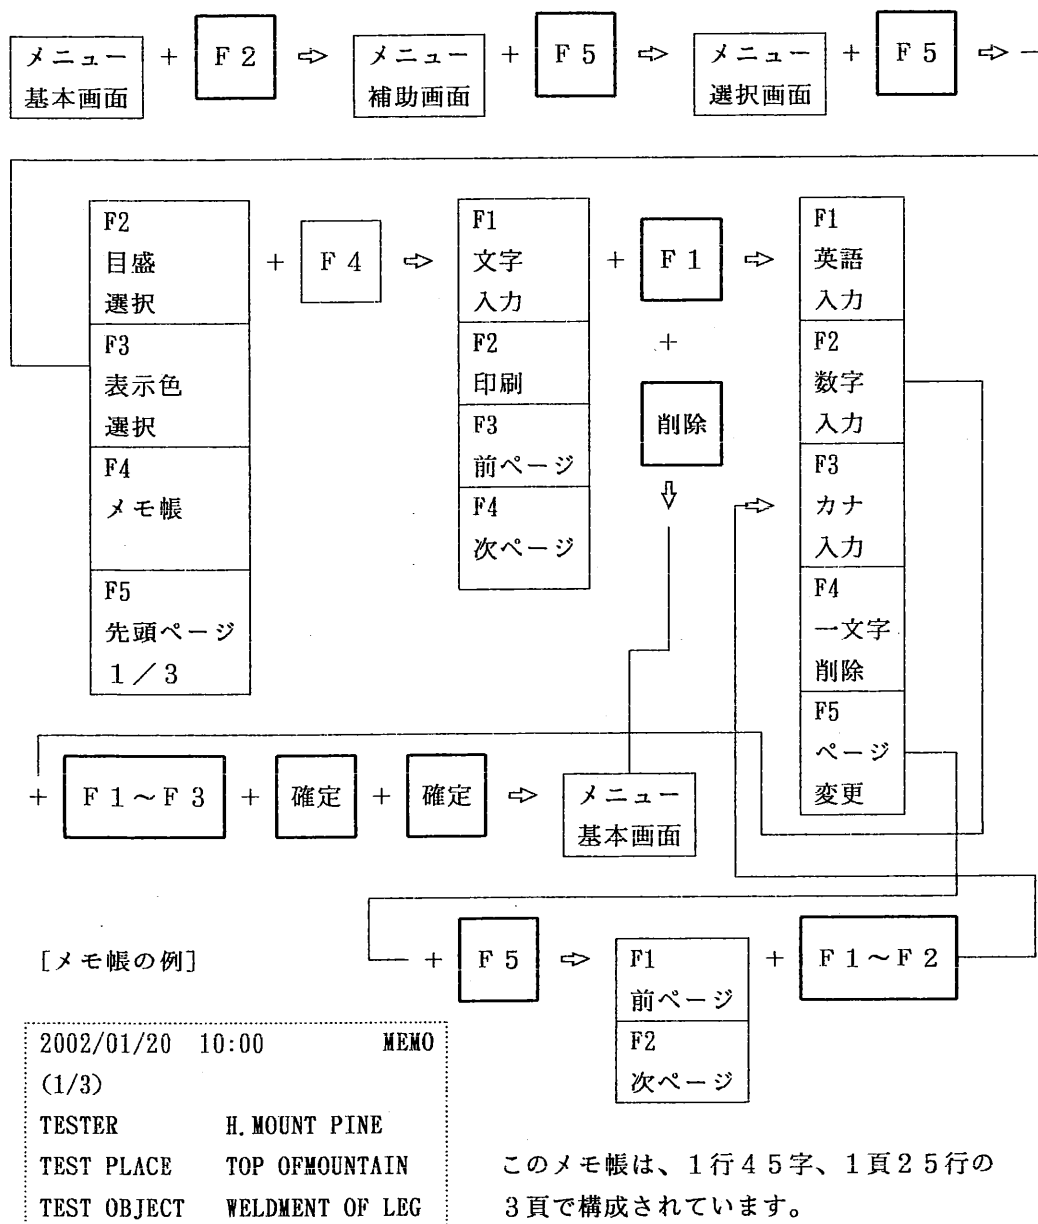

図 6.2.18 メモ帳手順のフロー
- ① 選択キー [F 2] を1回押すとメニューエリアにメニュー補助画面が表示されます。
- ② 選択キー [F 5] を1回押すとメニューエリアに選択メニューが表示されます。
- ③ 更に、選択キー [F 5] を1回押すとメニューエリアには図 6.2.18 に示す選択メニューが表示されます。
- ④ 選択キー [F 4] を1回押すとメニューエリアにはメモ帳選択メニューが表示されます。
- ⑤ 文字を入力する場合は、選択キー [F 1] を1回押します。この操作で表示器上の各表示エリアは日付表示の部分を除き全エリアがメモエリアとなり、その中にカーソルが表れます。矢印キーでカーソルの位置を設定し、5.5.1.(2)(4)と同じ方法で、文字を入力します。
- ⑥ 文字を削除したい時は、メモ帳選択メニューがメニューエリアに表示されている状態で、選択キー [F 1] を1回押し、続いて選択キー [F 4] を1回押し、矢印キーで削除すべき文字にカーソルを設定し、選択キー [F 4] を1回押します。その文字は削除され、その文字の位置は、スペースとして残ります。更に文字を削除したい場合には、この方法を繰り返して下さい。削除した文字の代わりに新しい文字を入力姿勢場合には、選択キー [F 1] を1回押し、上で説明した方法を繰り返して下さい。
- ⑦ 文字の入力を終了する時は、確定キーを2回押すと、図 6.2.18 に示したように、メニューエリアはメニュー基本画面に戻ります。
- ⑧ メモ帳に記載した内容を全部削除したい場合は、選択キー [F 1] を1回押して、文字種類/文字削除選択メニューを表示させた状態で、削除キーを1回押します。この操作で、[全ての文章を消去しますか?]の警告が表示されますから、削除したい場合は確定キーを1回押します。メニューエリアの表示はメニュー基本画面に戻ります。